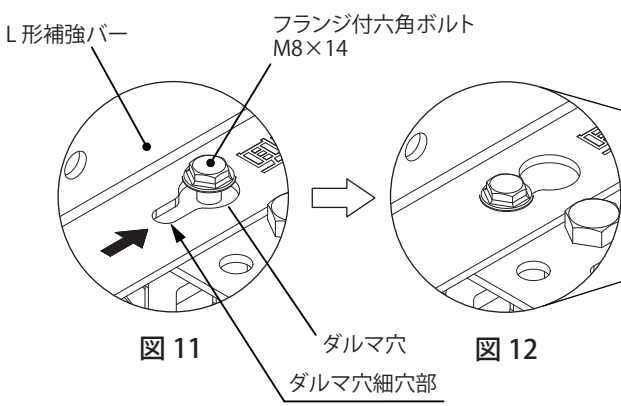

図 11
8. 上側のポール受金具に仮固定したフランジ付六角ボルト M8×14 に、キャビネットに取付けた L 形補強バーのダルマ穴を利用して、ダルマ穴細穴部でボルトを締付けてください。(図 11、12)